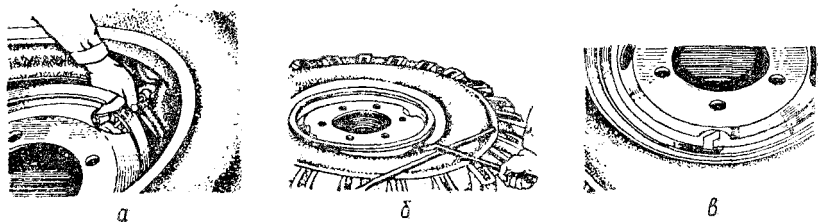

Рис. 35. Сборка колеса с шиной
2. Вставить в покрышку камеру и слегка накачать ее, заправить ободную ленту, затем шину положить на обод с перекосом, расположив вентиль против вентиляционного паза (рис. 35а). Ввести вентиль в вентиляционный паз. Приподнять шину со стороны вентиляционного паза и надвинуть ее на обод так, чтобы нижний ее борт попал в монтажный ручей обода. Надеть шину на обод полностью и нажать на наружный борт над вентиляем так, чтобы вентиль вышел из отверстия в диске.
3. Вставить конец монтажной лопатки с изогнутым концом в замочную канавку обода, а прямую лопатку положить на борт шины перпендикулярно правой лопатке. Прилагая усилия к первой лопатке, осадить верхний борт шины вниз за посадочную полку обода (рис. 35б).
4. Надеть бортовое и замочное кольца, совместив разрез замочного кольца с ограничителем и специальную выштамповку на кромке замочного кольца с одним из демонтажных пазов бортового кольца (рис. 35в).